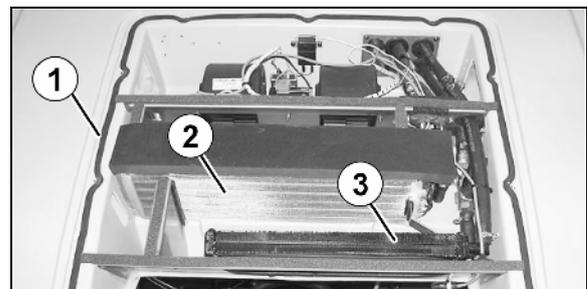

Fig. 171
2. Verdampfer (Fig. 171/2) und Warmwasserradiator (Fig. 171/3) mit Druckluft (maximal 5 bar) ausblasen.
3. Beschädigte Dichtungen (Fig. 171/1) unter dem Deckel erneuern.